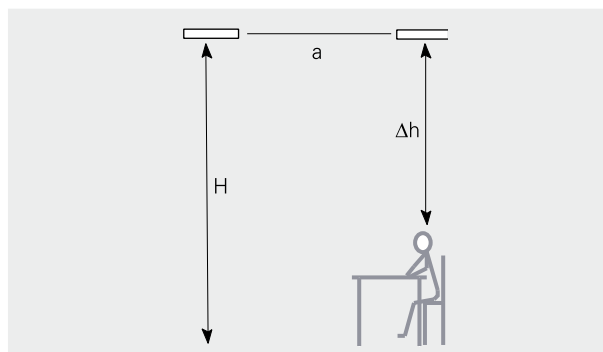

Figura 1: Instalación en vertical
Al planificar la instalación de los paneles Elztrip, hay que tener en cuenta que la distancia entre paneles no debe ser mayor que la altura entre el suelo y el panel, es decir, (a) debe ser menor que (H). Consulte la figura 1. En las estancias poco utilizadas, los requisitos de confort suelen ser bajos y, por tanto, se puede aumentar la distancia entre paneles. En cambio, en las estancias muy utilizadas, la distancia entre el panel y una persona sentada debe ser al menos de 1,5 a 2 metros ( $\Delta h$ ). Si se respetan estas dos condiciones, la diferencia de temperatura de funcionamiento no superará el nivel de confort  $\Delta t_{\text{máx.}} = 5\text{ }^{\circ}\text{C}$ . Esto significa que la diferencia entre la temperatura real y la temperatura que una persona siente no superará los  $5\text{ }^{\circ}\text{C}$ .